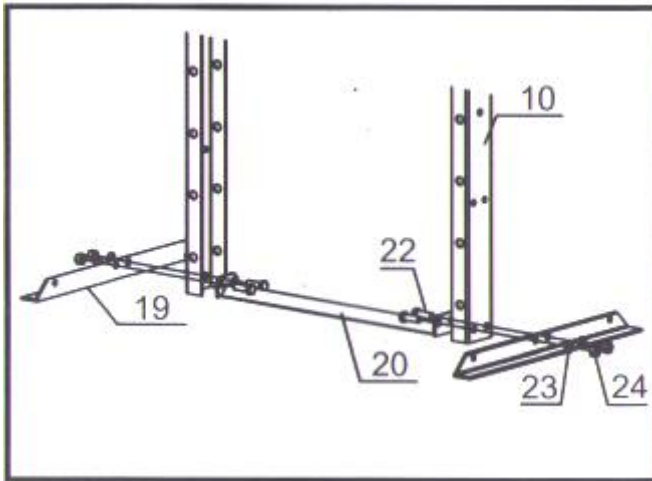

Рис.2
3. Установите стойки рамы (10) в вертикальное положение. Сдвиньте опорные уголки основания стоек (19) под стойки рамы (10), расположите нижнюю поперечину рамы (20) между ними. Совместите отверстия и вставьте болты (22) в стойки, опорные уголки и нижнюю поперечину рамы, затем вставьте шайбы (23) и закрутите гайки (24). См. рис. 2.